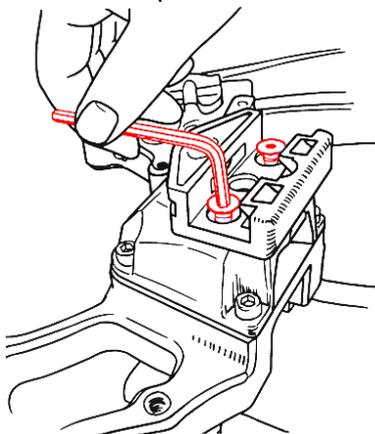

Рис.4
5. Установите держатель кивера на нижнюю сторону колодки арбалета и закрепите с помощью винтов (Рис.4). С помощью двух шурупов (понадобится крестовая отвертка) прикрепите ответную часть держателя на кивер.